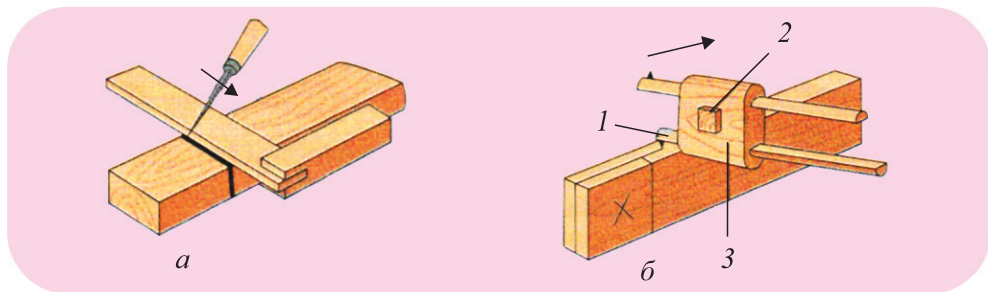

Рис. 2. Разметка брусков под соединение врезкой:
При разметке брусков, соединяемых под прямым углом, линейкой размечают длину и ширину будущего изделия и с помощью угольника проводят линии поперечной разметки с четырех сторон (рис. 2, а).
Ножку рейсмуса (1) устанавливают на размер половины толщины бруска, закрепляют ее клином (2) к колодке (3) и проводят продольные линии на кромках и торцах (рис. 2, б). Вырезаемые участки помечают крестиком.